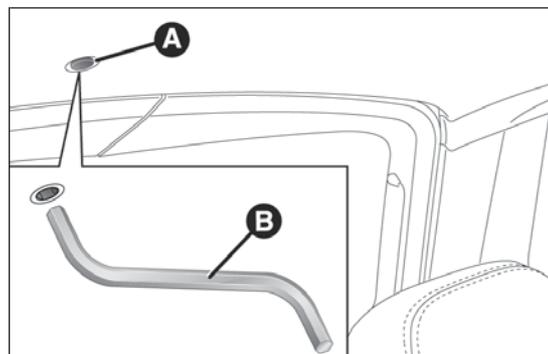

fig. 71
- retirar el tapón de protección A fig. 71 situado en el revestimiento interior;